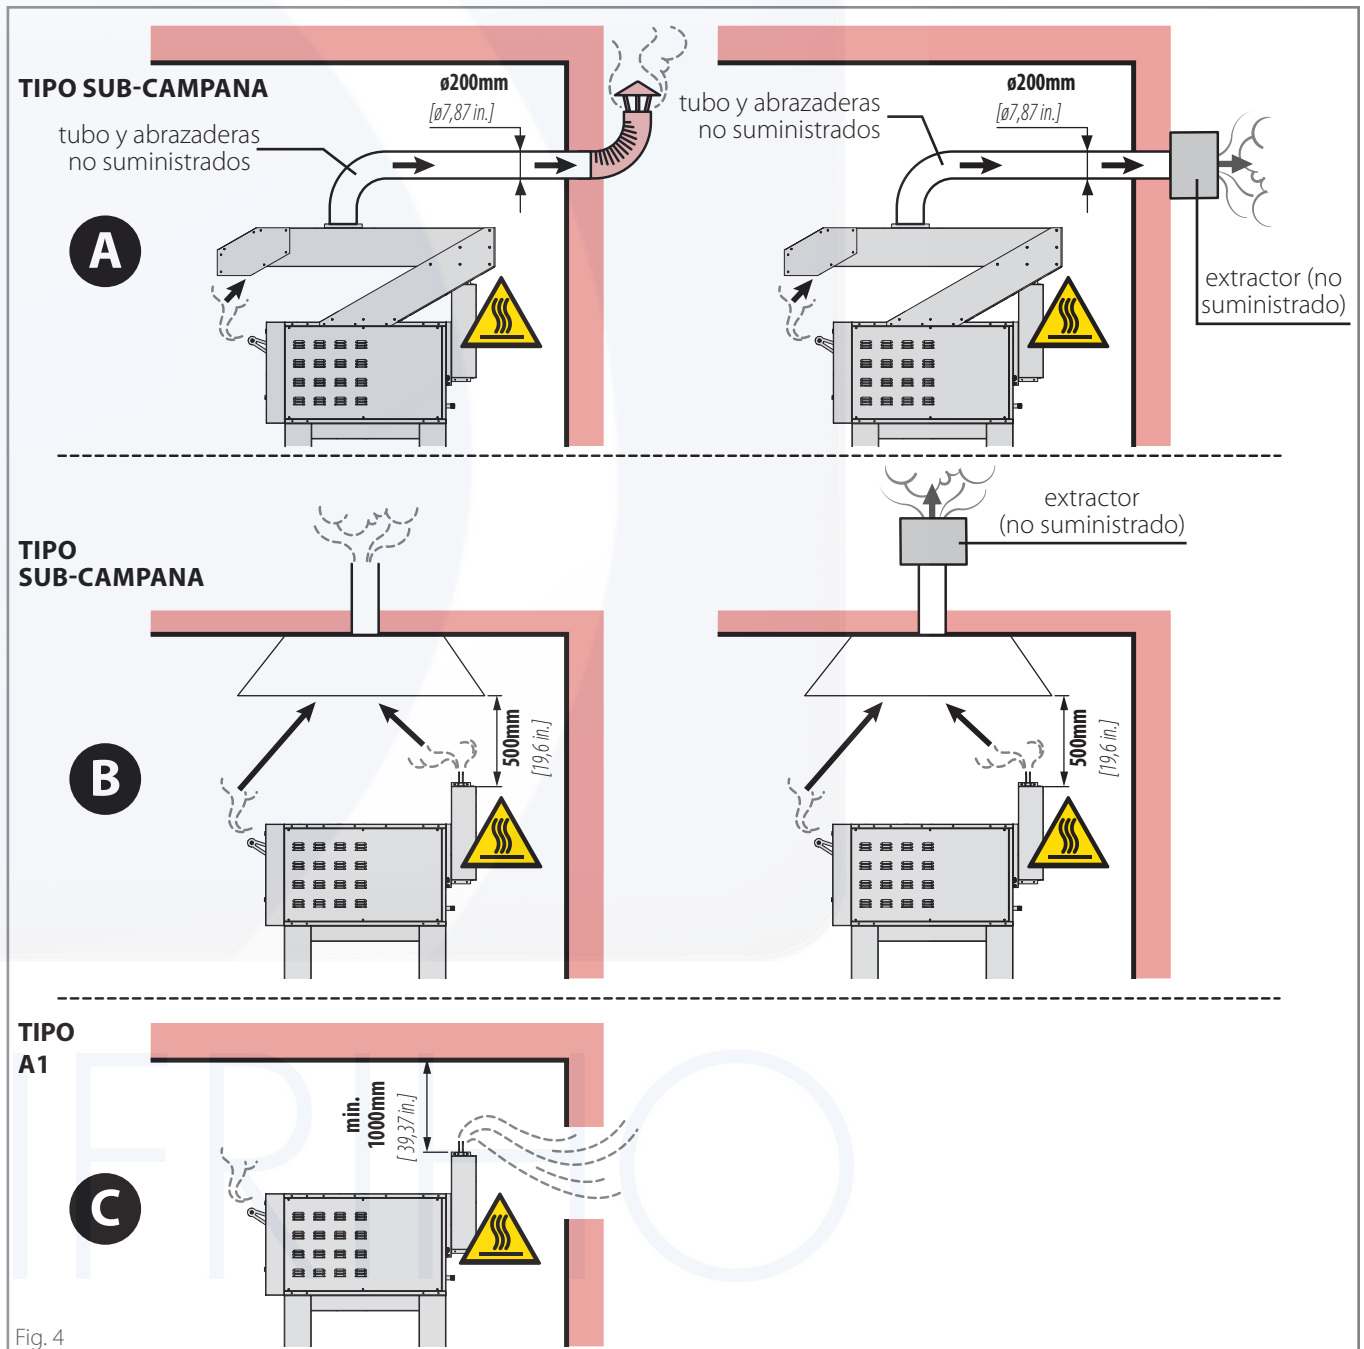

Fig. 4
► **Fig. 4** El horno está equipado con una chimenea ubicada en la parte trasera para la evacuación de los vapores provenientes de la cámara de cocción (en la sección "Datos técnicos" a partir de la pág. 8 se encuentra la indicación exacta de su posición).